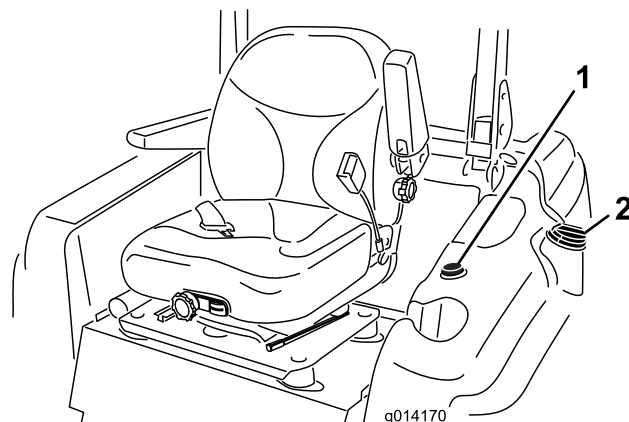

図9
3. 燃料タンクのキャップの周囲をきれいに拭いてからキャップを取る 図9。